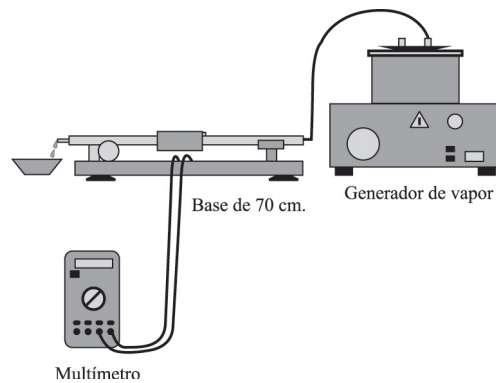

Figura 6.1: Montaje del equipo para medir la dilatación térmica
1. Realice el montaje del experimento que se muestra en la figura 6.1.